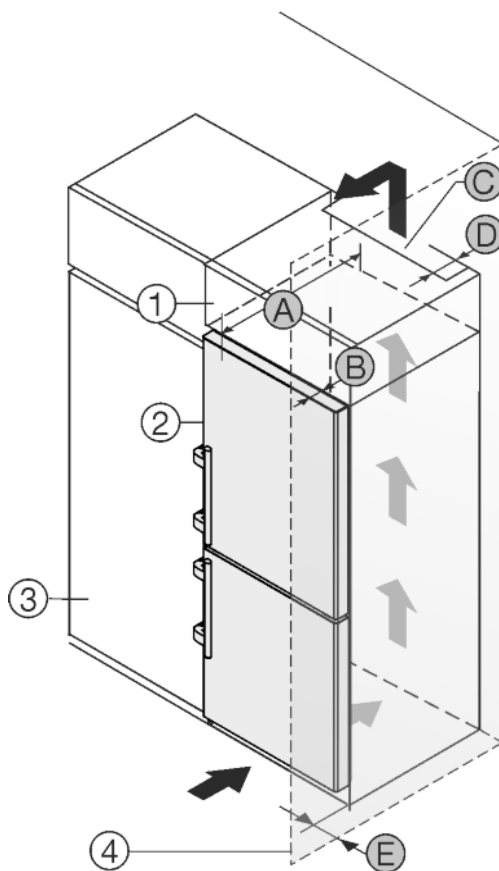

Fig. 12
Spotřebič lze zabudovat do kuchyňských skříní. K vyrovnání spotřebiče *Fig. 12 (2)* na výšku kuchyňské linky lze na přístroj nasadit nástavec *Fig. 12 (1)*.
Spotřebič lze instalovat přímo vedle kuchyňské skřínky *Fig. 12 (3)*. Aby bylo možné dvířka plně otevřít, musí spotřebič přesahovat o hloubku *Fig. 12 (B)* vůči přední linii kuchyňské skřínky. V závislosti na hloubce kuchyňských linek a použití vymezočů odstupů od stěny může spotřebič vyčnívat dále.
- Pod stropem místnosti musí být dodržen ventilační průřez *Fig. 12 (C)*.
Pokud je spotřebič se závěsy instalován vedle stěny *Fig. 12 (4)*, musí být dodržena vzdálenost *Fig. 12 (E)* mezi spotřebičem a stěnou. To odpovídá přesahu madla při otevřených dveřích.